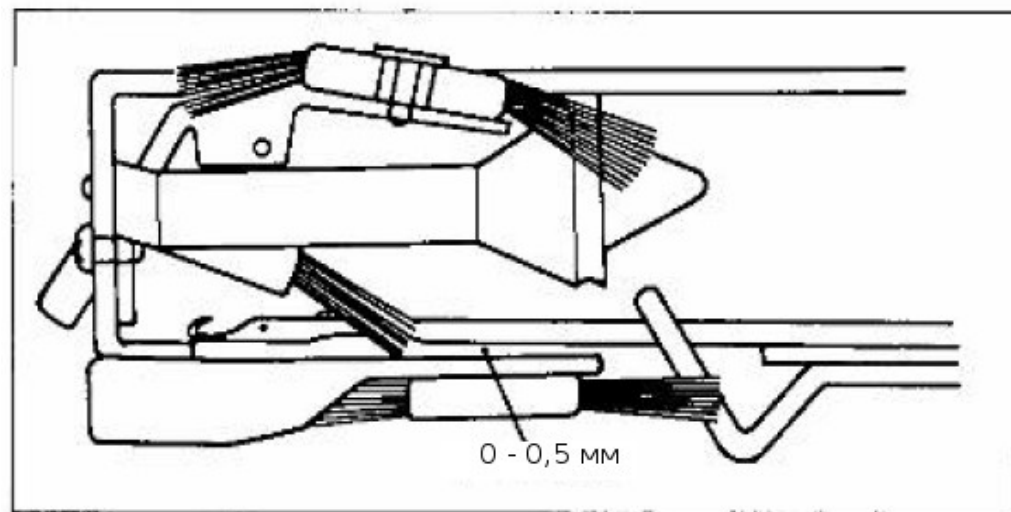

Рис. 5-3
* Вертикальная регулировка крыла для нормальной вязки (рис. 5-3).